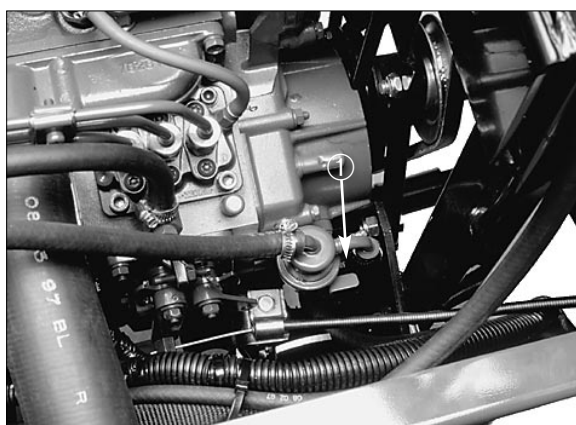

Fig. 16
3. Pump med drivstoffpumpens arm (fig. 16) til luftfritt drivstoff strømmer ut rundt skruen. Trekk skruen til.
5. Pump med drivstoffpumpens arm (fig. 16) til luftfritt drivstoff strømmer ut rundt skruen. Trekk lufteskruen til.